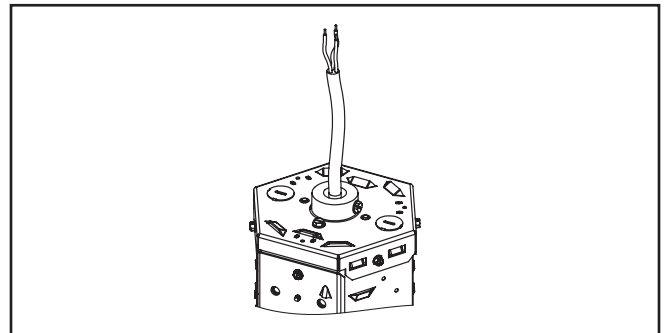

Figure 7.
1. Effectuez le câblage selon le code (Figure 7).